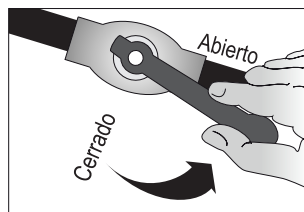

Figura 24
- Gire la válvula de paso hasta la posición Abierto (Ver figura 24).